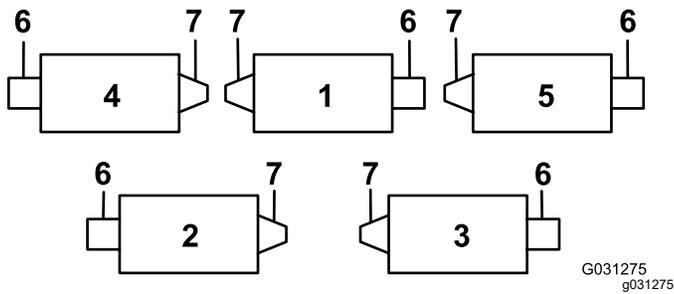
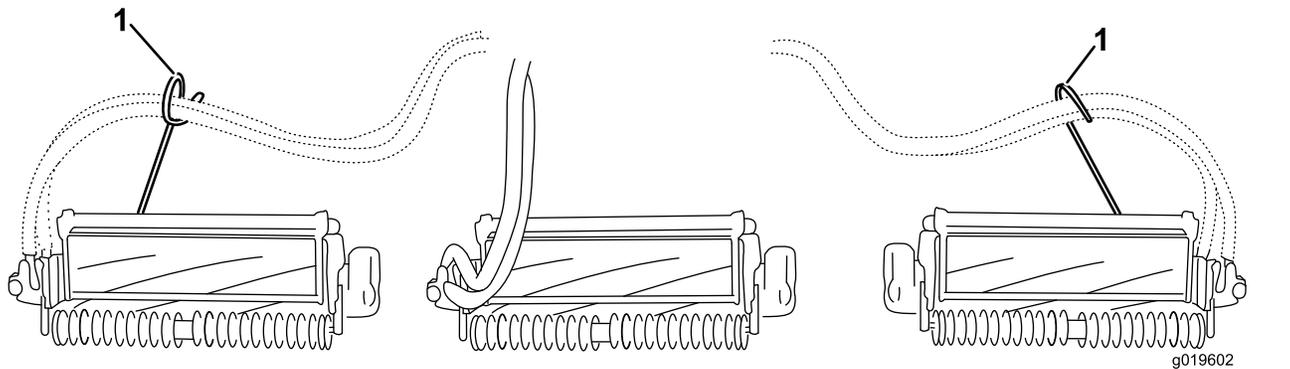
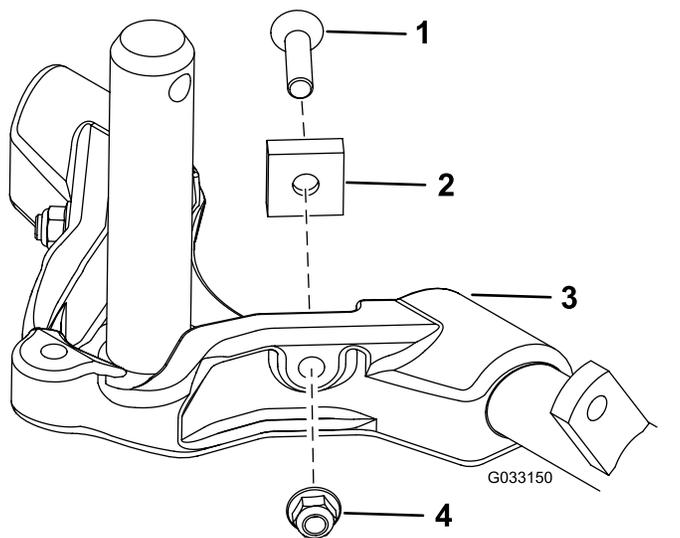

Bild 12
Bild 14
Bild 15
Wichtig: Montieren Sie an den Schneideinheiten Nr. 4 (vorne links) und Nr. 5 (vorne rechts) die Schlauchführungen mit den Befestigungsmuttern der Stangenhalterung vorne an den Schneideinheitnasen. Die Schlauchführungen sollten sich zur mittleren Schneideinheit neigen (Bild 12 bis Bild 14).
- Verbessern Sie die Lenkung an den Heckschneideinheiten, indem Sie die zwei Gelenkdistanzstücke, Sechskantschrauben und Bundmuttern (Bild 15) von den Trägerrahmen der Heckschneideinheiten (Schneideinheiten Nr. 2 und Nr. 3) entfernen, siehe Bild 12.